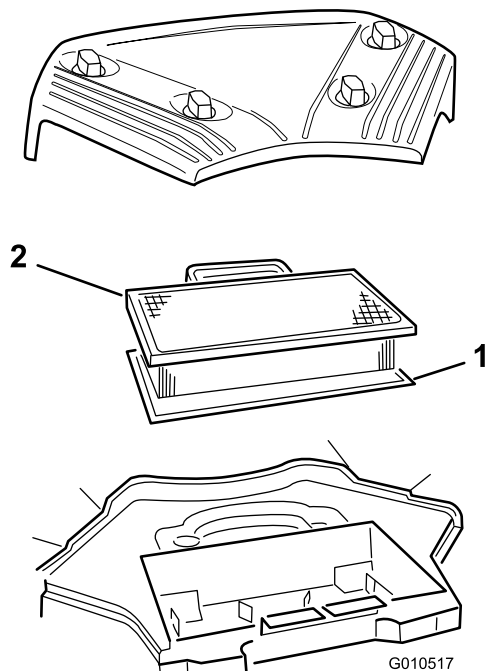

Figura 21
1. Manopola (4)
3. Togliete la cartuccia di carta e l'elemento in schiuma sintetica (Figura 21).